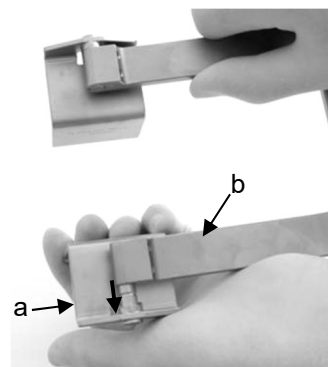

Fig. 13
- 10 Il collegamento delle lame (a) con il telaio del divaricatore (b) è protetto da distacco involontario delle lame mediante due chiusure a scatto a sfera. Quando si rimuovono le lame è possibile superare agevolmente questo blocco con poco sforzo (cfr. Fig. 13).